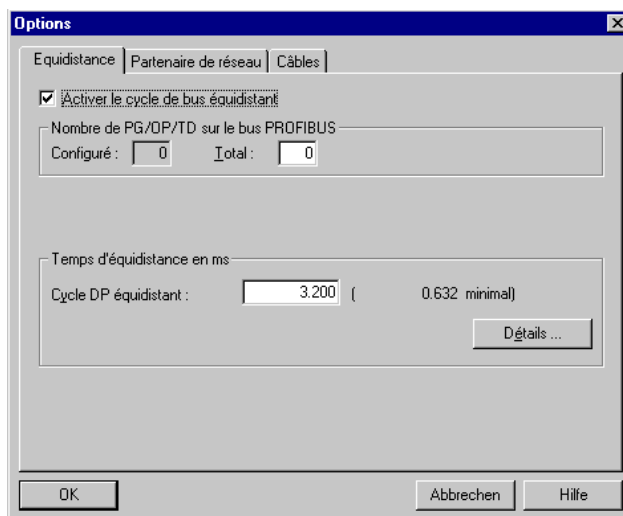

Fig. 9-54 Activation de l'équidistance sur la CPU
- ◆ Sous l'onglet Equidistance, cochez "Activer le cycle de bus équidistant" (cf.: Fig. 9-54).